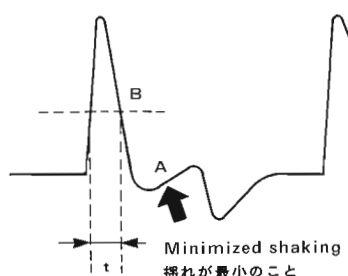

Fig. 10
- ① Connect the oscilloscope probe of CHANNEL 2 to TP306 (Tracking error signal) and the ground lead to TP301 (GND). Connect the CHANNEL 1 probe to TP302 (EFM terminal) and TP301 (GND).
- ② Place a YOD063 partially recorded disc on the turntable and hold the disc in place with depressor weight.
- ③ Select Mode 3 (ref. page 14). Set the optical head position by hand to just passed the boundary of the recorded area and blank area (see photos for STEP 8).
- ④ Select Mode 5 (Spindle mode 02, wobble mode, ref. page 14).
- ⑤ Set the laser power for the writing mode (ref. page 15). (YPDR601 "RECORD" LED ON)
- ⑥ Adjust VR302 (FC. BAL) so that the shaking in portion A of waveform is minimized (see fig. 10).
- ⑦ Adjust VR310 (W. TR. BAL) so that portion B in the waveform is as small as possible (see fig. 10).
- ⑧ Change the laser power to reading (ref. page 15). (YPDR601 "RECORD" LED OFF)
- ⑨ After at least 20 seconds, select Mode 3 (ref. page 14).
- ④ 周波数カウンタのプロープ (10:1) を TP317 (TP17、C1) と TP318 (TP18、GND) に接続し、C1 エラーレートの 30 秒間の値の平均値が 30Hz 以下であることを確認する。
- ① オシロスコープの CH1 を TP302 (TP 2、EFM) と TP301 (TP 1、GND) に接続し (モニター用)、CH2 を TP306 (TP 6、トラッキングエラー) と TP301 (TP 1、GND) に接続する。
- ② 記録用ディスク YOD-063 をセットしてディスク装着用重りで固定する。
- ③ MODE 3 にして TP302 に現れる EFM 信号を見ながら未記録部を探す。未記録部の EFM 信号は DC 的な波形になるので光ヘッドを手で動かして探す。(ステップ 8 の写真 7 と写真 8 参照のこと)
- ④ MODE 5 に切り替え INDEX の ►► ボタンを押して "02" の類 WOBBLE MODE にし、光ヘッドの出力を LINE ボタンを押して WRITE POWER にする。(YPDR601 の RECORDE LED ON、書き込み中)
- ⑤ オシロスコープの CH2 の波形が Fig. 10 のようになっていることを確認する。
- ⑥ Fig. 10 の t が最小になり、A 部分の揺れが最小になるように VR302 (FC. BAL) を調整する。
- ⑦ Fig. 10 の A 部分と B 部分のジッタが最小になるように VR310 (W. TR. BAL) を調整する。
- ⑧ 光ヘッドの出力を LINE ボタンを押して READ POWER に切り替え、20 秒後に MODE 3 にする。